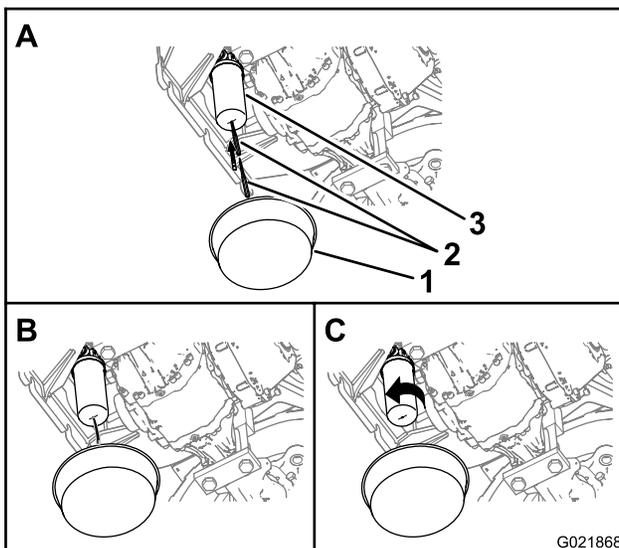

Figura 95
Nota: Puede tener acceso al filtro hidráulico de retorno desde debajo de la parte trasera de la máquina (Figura 95).
1. Coloque un recipiente debajo del filtro hidráulico de presión (Figura 95).
2. Perfore la parte inferior del filtro hidráulico de presión y deje que se drene el aceite hidráulico residual al recipiente (Figura 95).
3. Gire el filtro hidráulico de retorno en sentido antihorario y retire el filtro (Figura 95).